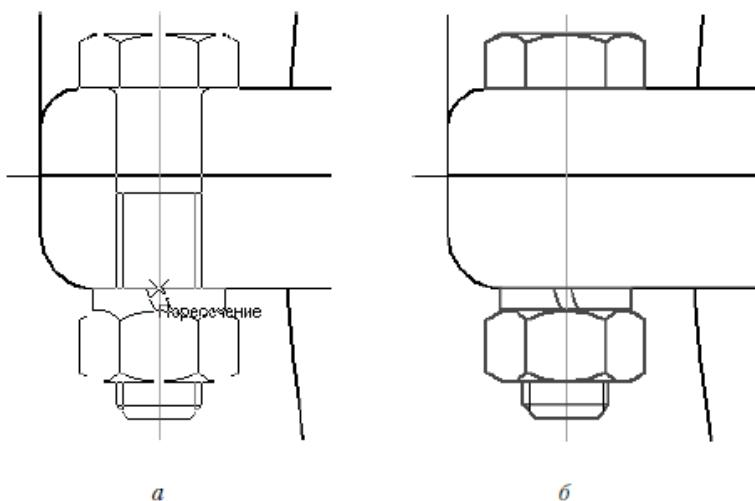

Рис. 2.120. Крепежный элемент: размещение фантома на чертеже (а), зафиксированный элемент (б)
5. Нажмите OK, чтобы начать вставку. При этом помещаемый крепежный элемент свободно перемещается по чертежу и отрисовывается фантомом (напомню, фантом – это временное изображение объекта тонкими линиями в серых тонах). Щелкните кнопкой мыши на точке пересечения крайней левой вспомогательной прямой и верхней границы фланца крышки редуктора. После фиксации головки болта крепежного пакета отрегулируйте его длину (она свободно изменяется), зафиксировав вторую точку на той же вертикальной прямой, но на нижней границе фланца корпуса (рис. 2.120, а). Обратите внимание: несмотря на то что в фантоме крепежного элемента болт был отрисован полностью, после окончательной фиксации пакета в чертеже средний участок его пропадает (не изображается), как и было указано в окне настроек библиотеки (рис. 2.120, б).